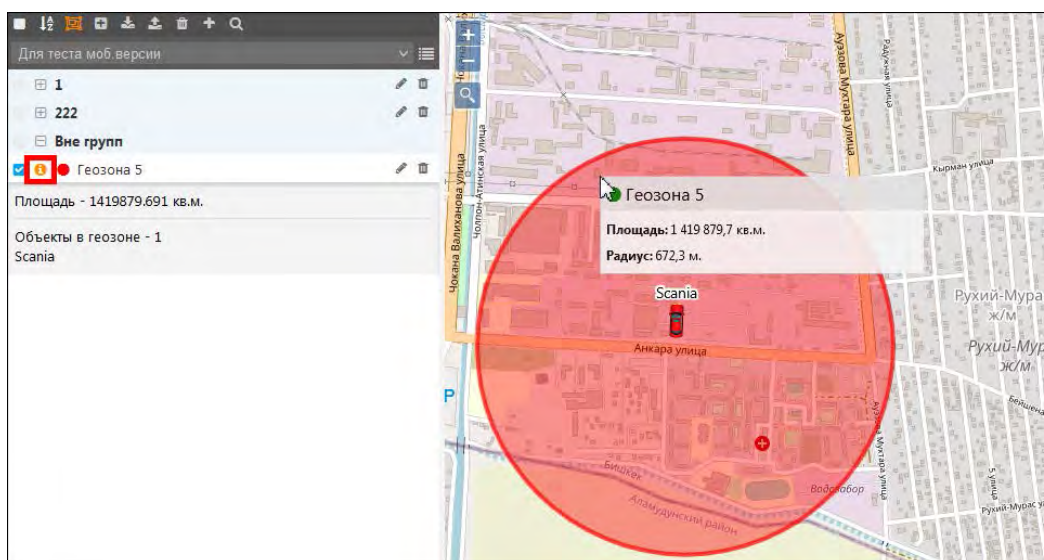

Рис. 5.7.26. Подробная информация геозоны.
- ✓ количество и перечень транспортных средств, находящихся в геозоне (рис. 5.7.26).